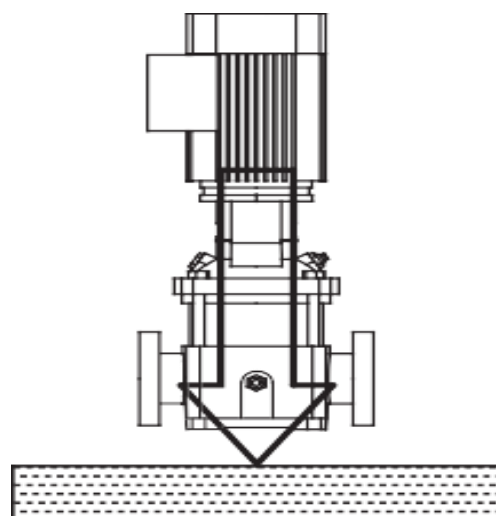

Рис. 4.4 Правильный монтаж
- Поверхность бетонного фундамента должна быть абсолютно горизонтальной и совершенно ровной. Установите насос на фундамент и зафиксируйте его. Плита-основание должна иметь опору по всей площади. См. рис.4.4.